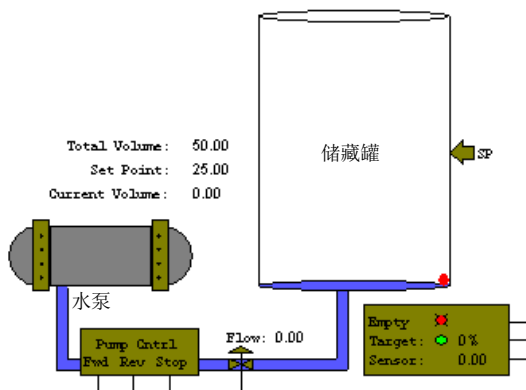
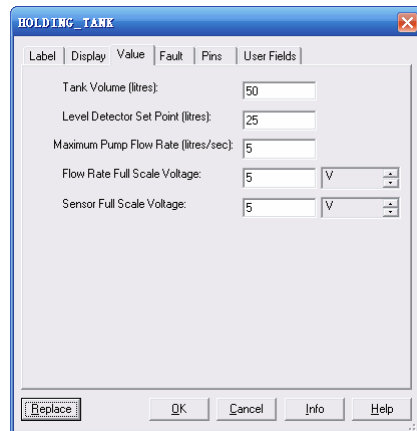

图 12-87 储藏罐示意图
图 12-88 “HOLDING_TANK”对话框
液体储藏罐 Holding Tank 如图 12-87 所示。设置储藏罐参数，用鼠标双击储藏罐，系统弹出“HOLDING_TANK”（参数设置）对话框，选择“Value”选项卡，如图 12-88 所示。
- 3) Maximum Pump Flow Rate (litres/second): 设置泵入储藏罐液体的最大流速。当“Flow pin”没有被接入（见图 12-87 中 Flow: 0.00），同时液体高度没有达到设定值，将一